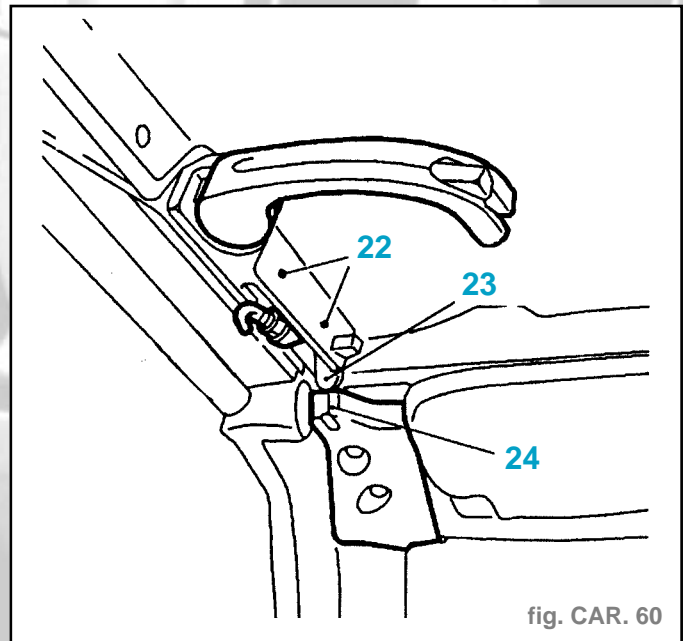

fig. CAR. 60
- Verrouiller le toit rigide en introduisant les pions (23) dans les supports (24) et fermer les poignées (fig. CAR. 60).